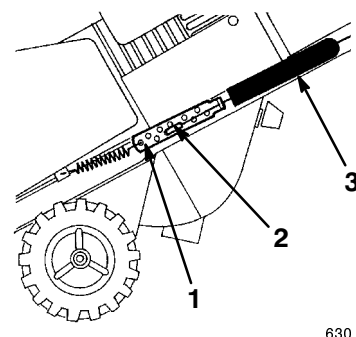

Bild 17
- B. Schieben Sie die Federabdeckung auf dem Bowdenzug hoch und legen die Zugeinstellung frei (Bild 17).